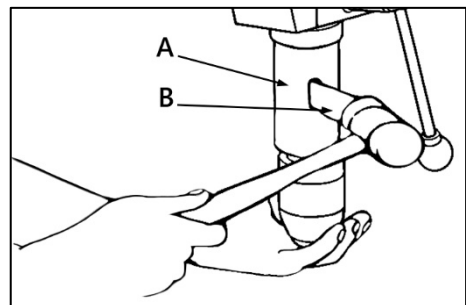

Рисунок 11.
Для снятия максимально разведите кулачки патрона повернув зажимное кольцо. Вставьте расклинователь (B) (рис. 11) в отверстие в гильзе (A) и аккуратно постучите по нему резиновым молотком, придерживая патрон рукой, чтобы избежать падения патрона при отделении от шпинделя.